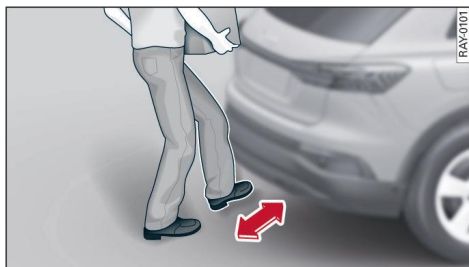

Fig. 29 Parte trasera del vehículo: Movimiento del pie (ejemplo)
- Para abrir el portón del maletero, pase el pie una vez hacia delante y hacia atrás, en un único movimiento, por debajo del parachoques (movimiento del pie) ⇒ *fig. 29*. No lo toque al hacerlo. Asegúrese de no perder el equilibrio. El portón del maletero se abre si el sistema ha detectado el movimiento.